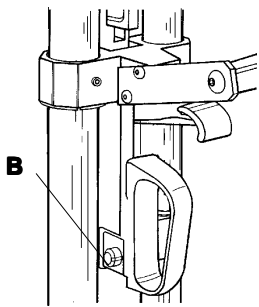

Figure 19
6. To break out the plastic, first hold the **SHORT THUMB LEVER** down and depress the **DETENT (B)** in **Figure 19**. While pushing the **DETENT**, release the **SHORT THUMB LEVER**. This will leave the **DETENT** automatically depressed and the cutting tool will be pivoted away from the plastic.
6. Zum Ausbrechen des Plastiks drücken Sie zuerst den **kurzen Hebel** nieder und drücken auf die **Arretierung, (B)** in **Abbildung 19**. Halten Sie die **Arretierung** gedrückt und geben Sie den **kurzen Hebel** frei. Jetzt bleibt **Arretierung** niedergedrückt und das Schneidewerkzeug wird von der Plasticscheibe weggedreht.
6. Pour découper le plastique, appuyez sans relâcher sur le **LEVIER DE TAQUET COURT** et appuyez sur le **POSITIONNEUR (B)** illustré sur la **Figure 19**. Ceci laissera le **POSITIONNEUR** automatiquement en position appuyée et l'outil de coupe pivotera loin du plastique.